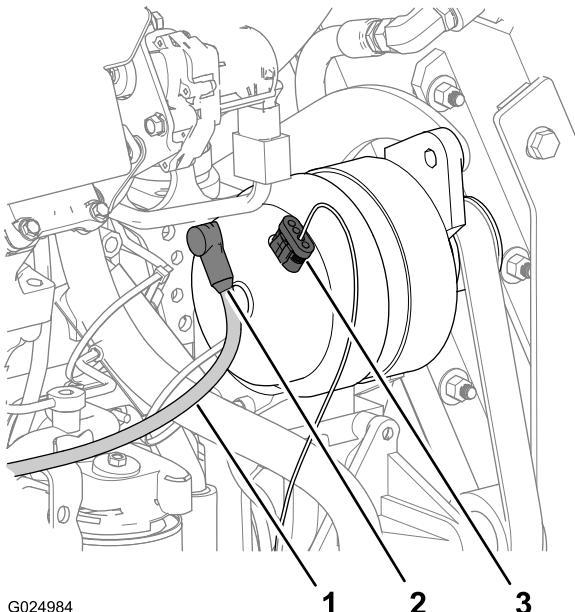

Figura 122
1. No alternador, deslize a capa para fora do terminal e o prisioneiro na parte de trás do alternador (Figura 122).
3. Remova o conector fêmea de 4 vias (do fio do sensor de tensão) do conector de 4 pinos no topo do alternador (Figura 122).
2. Conecte o conector fêmea de 4 vias (do fio do sensor de tensão) ao conector de 4 pinos no topo do alternador (Figura 122).
3. Monte o terminal do fio de carga no prisioneiro na parte de trás do alternador (Figura 122).
5. Alinhe a capa do fio de carga sobre o terminal e o prisioneiro (Figura 122).